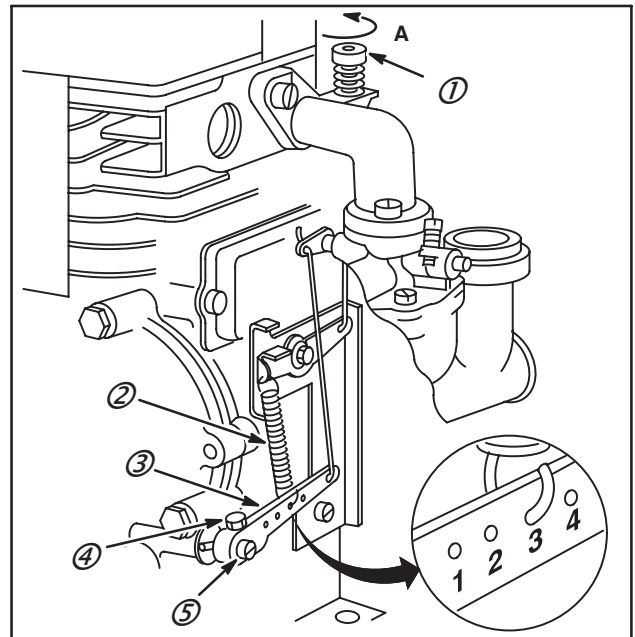

Fig. 17
3. Tourner l'écrou (1) pour augmenter (A) ou diminuer le régime à la valeur souhaitée, Fig. 17.